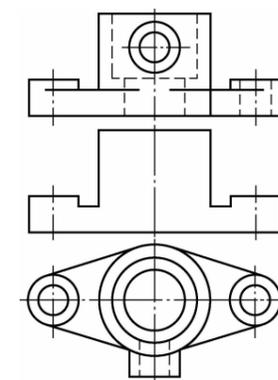

图 1-9
4. 如图 1-9 所示,将零件的主视图画出半剖视图,并补画全剖的左视图。(20 分)